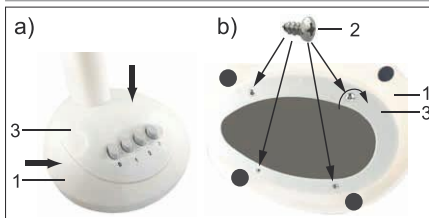

Fig.85: Montaż podstawy
1. Włożyć cokoł (3) z zespołem silnika i przyciskami do regulacji siły nadmuchu do podstawy (1), rys. 85 a).
3. Przykręcić podstawę śrubami z łbem krzyżakowym (2) w kierunku zgodnym z ruchem wskazówek zegara.